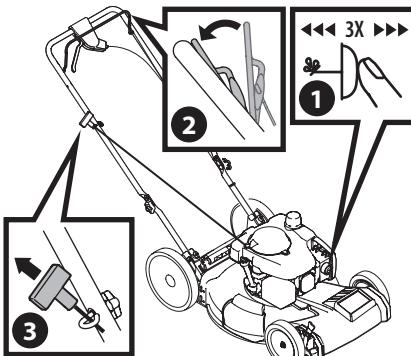

Figura 5
1. Presione el cebador 3 veces. Espere aproximadamente dos segundos entre cada presión (Figura 5). En temperaturas inferiores a 50°F, cebé 5 veces. Una vez que el motor se calienta, podría necesitarse un solo cebado para todas las temperaturas.
3. Tire de la manija del arrancador de retroceso ligeramente hasta sentir resistencia, luego tire rápidamente para vencer la compresión y evitar el rebote, y encienda el motor (Figura 5). Repita la operación si fuera necesario.